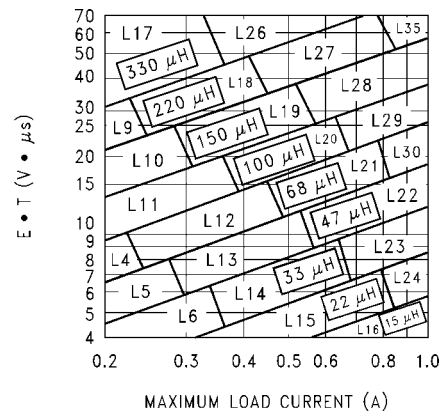

FIGURE 7. LM2595-ADJ
<p>2. インダクタの選択 (L1)</p> <p>A. 次式を使って、インダクタのボルト・マイクロ秒定数 <math>E \cdot T</math> (<math>V \cdot \mu s</math>) を計算します。</p> $E \cdot T = (V_{IN} - V_{OUT} - V_{SAT}) \cdot \frac{V_{OUT} + V_D}{V_{IN} - V_{SAT} + V_D} \cdot \frac{1000}{150 \text{ kHz}} (V \cdot \mu s)$ <p>ここで、<math>V_{SAT}</math> = 内部スイッチ飽和電圧 = 1V  <math>V_D</math> = ダイオードの順方向電圧降下 = 0.5V</p> <p>B. 上式の <math>E \cdot T</math> 値を使い、Figure 7 のインダクタンス選択ガイドの縦軸の <math>E \cdot T</math> 値を選択します。</p> <p>C. 横軸上から、最大負荷電流を選びます。</p> <p>D. <math>E \cdot T</math> 値と最大負荷電流値の交点からインダクタンス領域を求めて、各領域の、インダクタンスの値とインダクタ・コード (LXX) を選択します。</p> <p>E. Figure 8 の表よりメーカ 4 社の部品番号から、適当なインダクタを選びます。</p>	<p>2. インダクタの選択 (L1)</p> <p>A. インダクタのボルト・マイクロ秒定数 <math>E \cdot T</math> (<math>V \cdot \mu s</math>) を計算します。</p> $E \cdot T = (28 - 20 - 1) \cdot \frac{20 + 0.5}{28 - 1 + 0.5} \cdot \frac{1000}{150} (V \cdot \mu s)$ $E \cdot T = (7) \cdot \frac{20.5}{27.5} \cdot 6.67 (V \cdot \mu s) = 34.8 (V \cdot \mu s)$ <p>B. <math>E \cdot T = 34.8 (V \cdot \mu s)</math></p> <p>C. <math>I_{LOAD}(\text{Max}) = 1A</math></p> <p>D. Figure 7 のインダクタ値の選択ガイドから、縦軸 35 (<math>V \cdot \mu s</math>) と横軸 1A が交差する領域から、100 <math>\mu H</math> と、インダクタ・コード L29 が得られます。</p> <p>E. Figure 8 の表から、L29 に相当するインダクタを、4 つのメーカの部品番号から、選びます。</p>